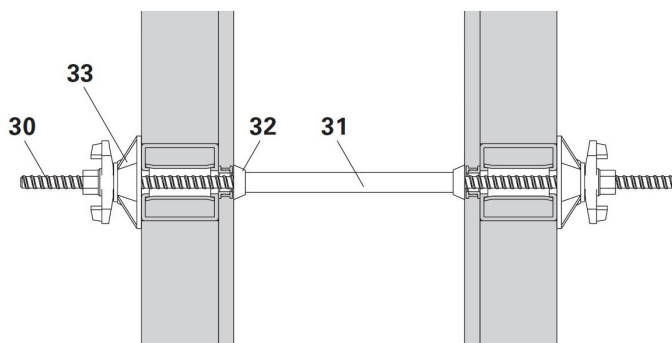

Рис. 12
- тяж DW 15 (30)
- дистанционная трубка (31)
- конус (32)
- шарнирная гайка-шайба (33)
- (Рис. 12)